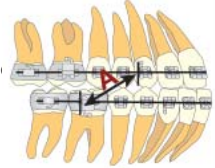

Figura 2.
- b. Misurare dal bordo distale dell'attacco del canino superiore fino al bordo distale del tubo del lip bumper del 1° molare inferiore (Figura 2).